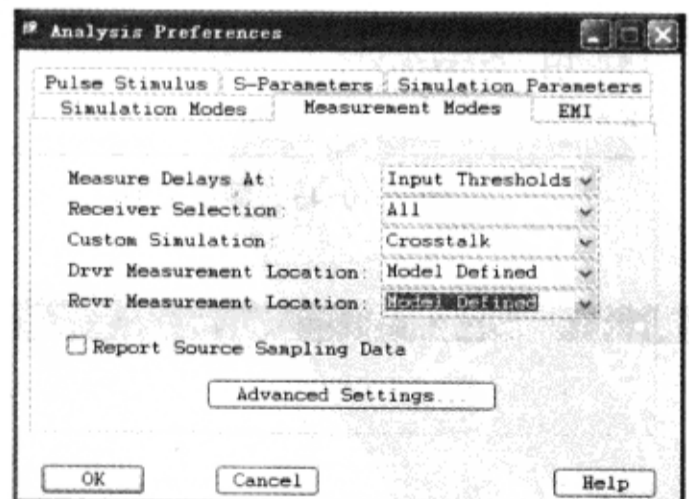

图 3-10-41 设置测量模式
(5) 设置“Measurement Modes”标签页，如图 3-10-41 所示。
(6) 单击“OK”按钮，关闭“Analysis Preferences”对话框。